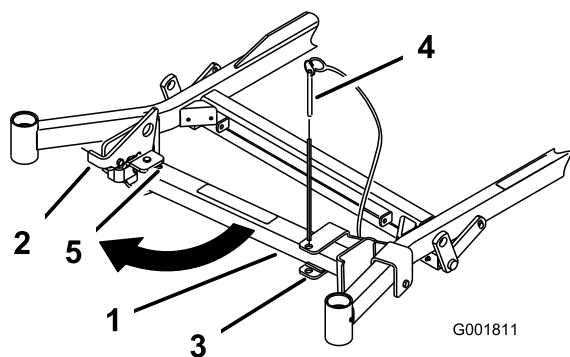
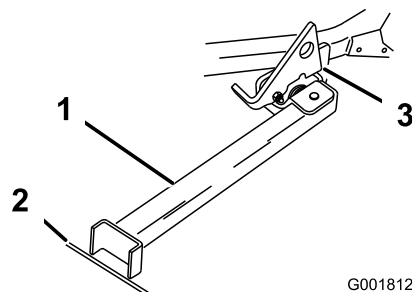

Bild 27
Bild 28
2. Nehmen Sie den Halterungsstift ab (Bild 27).
3. Heben Sie den Riegel an. Drehen Sie den Ständerfuß nach vorne heraus und schieben Sie den Ständer zur Maschine in den unteren Schlitz (Bild 27 und Bild 28).
4. Stellen Sie den Fuß auf den Boden und lassen Sie den Riegel auf der Drehlasche aufliegen (Bild 28).
6. Fahren Sie auf den Stand auf. Halten Sie an, wenn der Riegel über die Lasche in die arretierte Stellung einrastet (Bild 28). Stellen Sie nach dem Auffahren auf den Stand die Feststellbremse fest und stellen Sie den Motor aus.
5. Stellen Sie den Ständer wieder in die Ruhestellung (Bild 27).